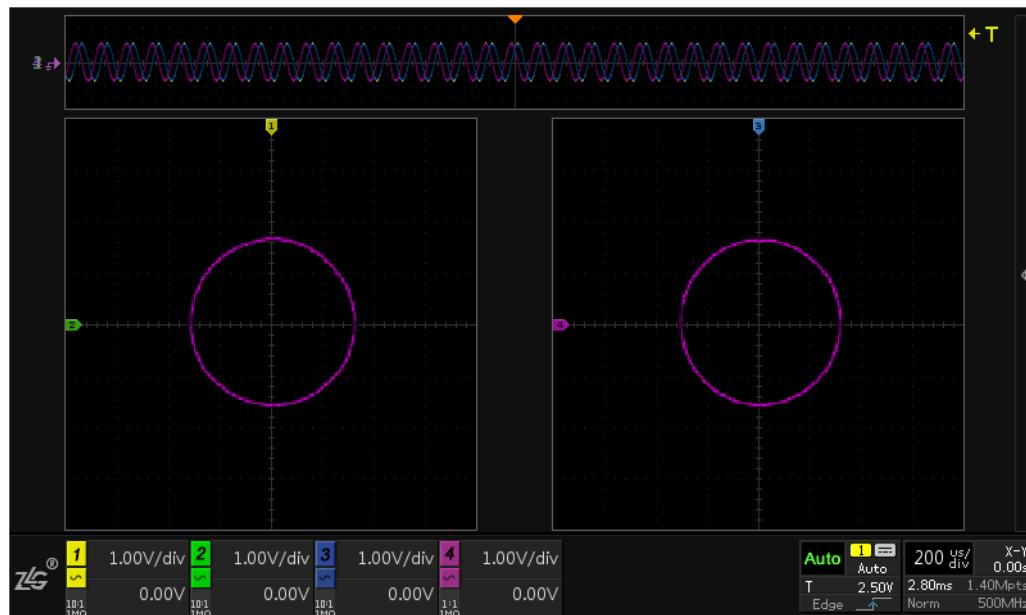

图 9.12 圆
- 当 $\Phi=\pi/2$ 并且 $A=B$ 时，得到 X 和 Y 的关系为 $A^2(\sin\omega t)^2+A^2(\cos\omega t)^2=A^2$ ，此时波形即为以 A 为半径的圆，如图 9.12 所示。